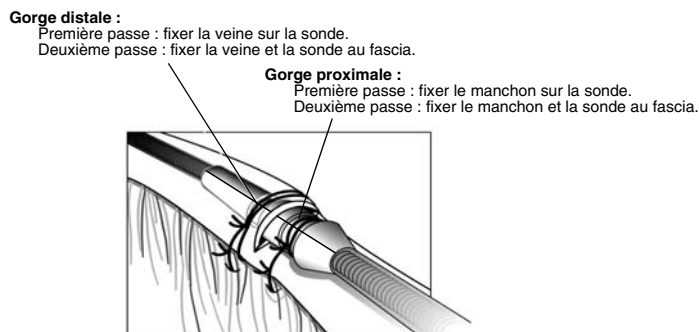

Figure 8. Utilisation du manchon avec l'implantation par incision veineuse.
1. Placer le manchon de suture sur le corps de la sonde. Glisser le manchon de suture dans la veine au-delà du sillon distal préformé. Ligaturer la veine autour du manchon de suture pour réaliser l'hémostase. Ensuite, en utilisant le même sillon, fixer la sonde et la veine au fascia adjacent (Figure 8).